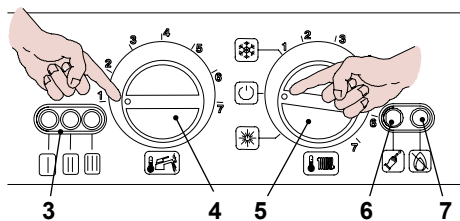
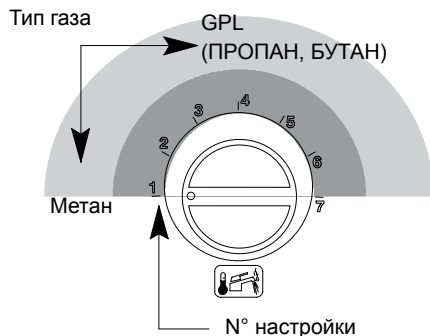

рис. 8.2
рис. 8.5
- Поверните переключатель 5 как показано на рис. 8.2; индикатор 3 будет мигать с интервалом в 4 секунды.
- Удерживайте нажатой кнопку сброса 6 (рис. 8.2) в течение 10 секунд, индикатор блокировки 7 на рис. 8.2 начнет мигать.
Чтобы просмотреть заданные параметры, нажмите и удерживайте кнопку сброса 6 (рис. 8.2) в течение 5 секунд. Индикаторы
3 на рис. 8.2 вспыхнут то количество раз, которое соответствует настройке (рис. 8.5).
- Чтобы изменить настройку, поверните регулятор температуры ГВС 4 (рис. 8.2) и установите его на желаемый тип газа как показано на рис. 8.5 (на рисунке регулятор установлен на газ Метан), при этом индикатор блокировки 7 быстро мигает.
- Чтобы внести в память настройку, нажмите кнопку сброса 6 на рис. 8.2 и удерживайте ее в течение 5 секунд, световые индикаторы (рис. 8.2) вспыхнут и будут одновременно мигать, (см. рис. 8.8) (условные обозначения световых индикаторов на стр. 34)